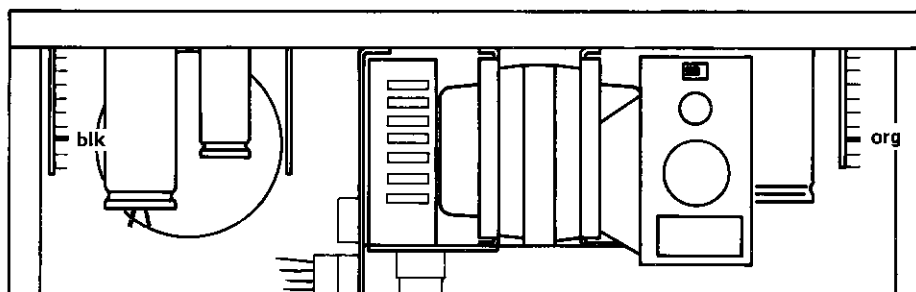

Fig. 5.2.- 4
- Ein Universalinstrument (mindestens 20'000 Ohm/VDC an Testpunkt TP 1 auf der Capstansteuerung 1.067.234/235 anschließen (siehe Fig. 5.2. - 1).
- Connect multimeter (at least 20'000 Ohm / VDC to TP 1 on the capstan speed control board (see figure 5.2. - 1).
- Linke Bandzugwaage: Potentiometer R 3 (Fig. 5.2. - 2) so verstellen bis der Abstand a_1 von Oberkante der Tastenschiene bis zum Fühlerarm 46 mm beträgt.
- Rechte Bandzugwaage: Potentiometer R 3 (Fig. 5.2. - 3) so verstellen bis der Abstand a_2 von Oberkante der Tastenschiene bis zum Fühlerarm 50 mm beträgt.
- Left-hand tape tension sensor: Adjust potentiometer R 3 (fig. 5.2. - 2) to obtain a position of the guide roller so that distance " a_1 " equals 46 mm.
- Right-hand tape tension sensor: Adjust potentiometer R 3 (fig. 5.2. - 3) to obtain a position of the guide roller so that distance " a_2 " equals 50 mm.
- Palpeur gauche: régler le potentiomètre R 3 (Fig. 5.2. - 2) jusqu'à l'obtention d'un écart de 46 mm. Entre la partie supérieure du rail de guidage des touches et le palpeur.
- Palpeur droit: régler le potentiomètre R 3 (Fig. 5.2. - 3) jusqu'à l'obtention d'un écart de 50 mm. Entre la partie supérieure du rail de guidage des touches et le palpeur.
- Zwei-Kanal Oszilloskop anschliessen (Fig. 5.2. - 4):
- Connect double beam oscilloscope with channel 1 to pin 8 (orange wire, fig. 5.2. - 4) on the spooling motor control A 8 (supply side).
- Brancher un oscilloscope double trace (Fig. 5.2. - 4): 1er canal, sur le point 8 (fil orange) du print de régulation A 8 (débiteur), 2ème canal, sur le point 8 (fil noir) du print de régulation A 10 (récepteur).
— Im beleuchtetem Zustand muss am Punkt (A) (QP-END) eine Gleichspannung von 4,5 V sein (Fig. 5.2. — 5). Messung mit einem Universal-Instrument mit mind. 20.000 Ohm/VDC.
— Auf Laufwerk-Steuerung 1.067.230 (1): Widerstand R 9 von 33 k verkleinern bis die Spannung am Punkt (B) unter 300 mV sinkt (Fig. 5.2. — 5).
— Auf Laufwerk-Steuerung 1.067.230 (1), (2): Am Potentiometer R 69 die Spannung am Punkt (B) unter 300 mV einstellen (Fig. 5.2. — 5).
— Under illumination, point (A) (QP-END) must carry a DC potential of 4,5 V (fig. 5.2. — 5). Voltage readings are to be taken with a multimeter of at least 20'000 Ohm/VDC.
— On tape transport control circuit 1.067.230 (1): reduce R9 from 33 kOhm until the voltage at point (B) drops to below 300 mV (fig. 5.2. — 5).
— On tape transport control circuits 1.067.230 (1) / (2): adjust potentiometer R69 until reaching a voltage of less than 300 mV at (B) (fig. 5.2. — 5).
— Lorsque la cellule est éclairée, vous mesurez au point (A) (QP-END) une tension continue de 4,5 V (Fig. 5.2. — 5). La mesure est effectuée avec un voltmètre universel de 20000 Ω/VDC.
— Sur le circuit de commande 1.067.230 (1): réduire la valeur de la résistance R 9 de 33 k jusqu'à ce que la valeur mesurée au point (B) atteigne 300 mV (Fig. 5.2. — 5).
— sur le circuit de commande 1.067.230 (1) / (2): régler la tension en dessous de 300 mV à l'aide du potentiomètre R 69 (point (B) Fig. 5.2. — 5).